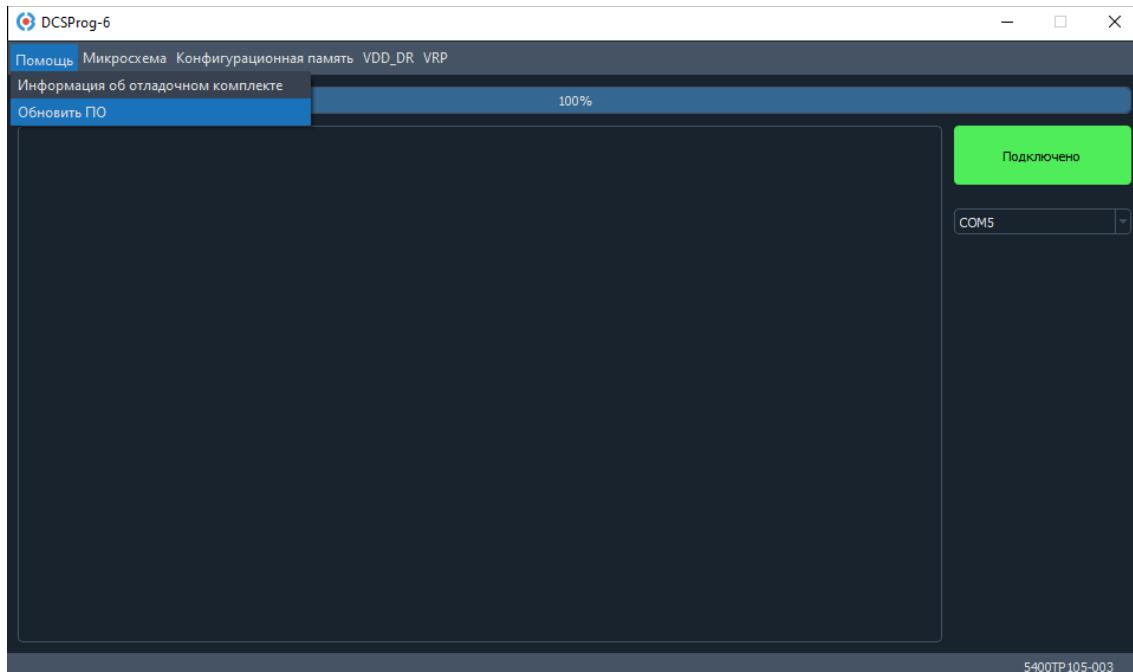

Рисунок 63. Меню обновления DCSProg6
2. Открыть программу DCSProg6.exe из скачанного архива и выполнить «Помощь» → «Обновить ПО» (Рисунок 63).